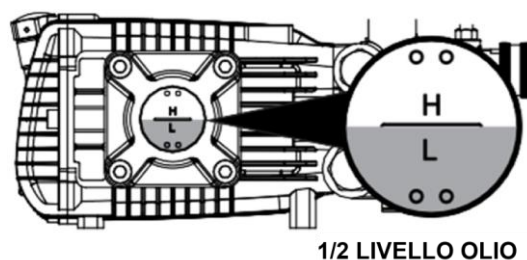

Fig. 6
- Controllare il livello dell'olio motore attraverso la finestra laterale, assicurandosi che sia riempito a metà. Se è al di sotto di questo livello, aggiungere olio motore fresco. Vedere la Fig. 6 per l'illustrazione.